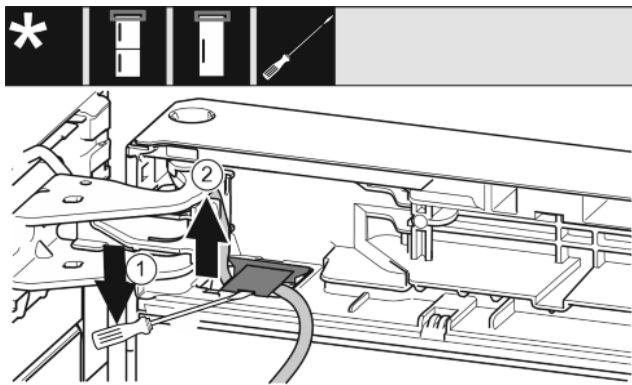

Fig. 17
- ▶ Con il cacciavite a testa a intaglio sollevare la copertura ed estrarla. Fig. 17 (1)
- ▶ Estrarre il cavo. Fig. 17 (2)